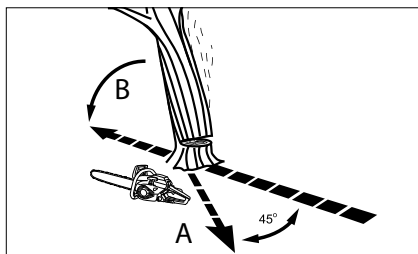

Fig. 14
Asigurați-vă preventiv o cale de retragere (A) și eliberați-o de posibile obstacole înainte de a porcește cu tăierea. Calea de retragere trebuie să fie în direcție opusă de presupusa cădere a copacului (B) (Fig. 14).